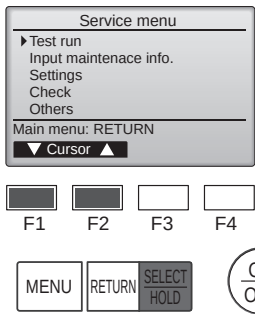

Fig. 7-3
- 3 Seleccione "Test run" (Modo prueba) con el botón [F1] o [F2], y pulse el botón [SELECT/HOLD]. (Fig. 7-3)